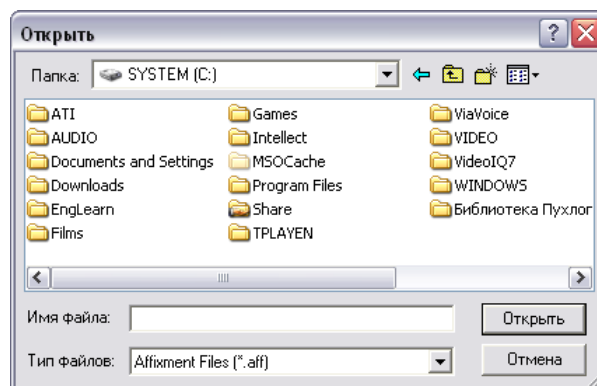

Рис. 7.4-11. Окно открытия файла настроек разметки дороги
4. Выбрать файл и нажать кнопку «Открыть» (Рис. 7.4-11).